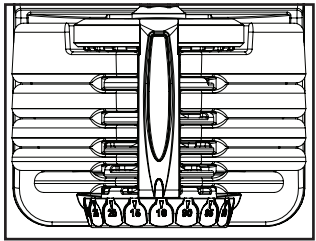

Figura 1
1. Com a alça do haltere colocada na base do haltere, gire ambos os botões de ajuste para o número mais baixo (Figura 1). Você saberá que selecionou corretamente o número quando sentir o botão de ajuste se encaixar em uma ranhura (conhecida como um detente). Você também ouvirá um leve, mas audível, clique que corresponde às localizações dos detentes para cada número.